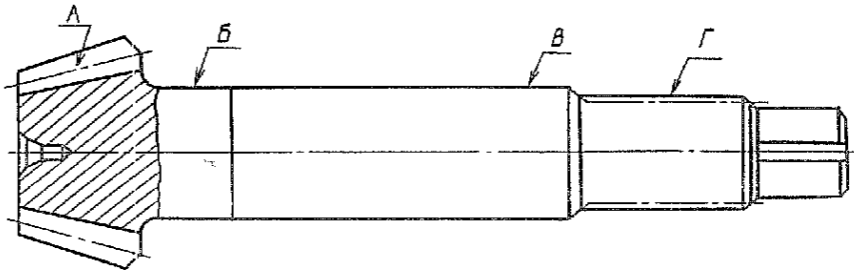

Рис. 175. Ведущая шестерня главной передачи
2.2. Ведущая шестерня главной передачи заднего моста (рис. 175)